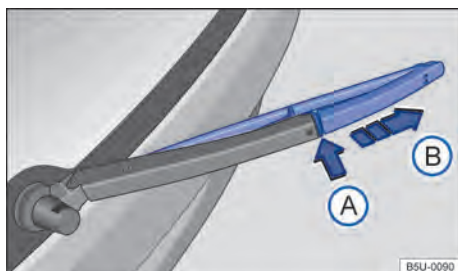

Fig. 169 Substituir a palheta do limpador do vidro traseiro.
- Manter a tecla de destravamento → Fig. 169 A pressionada.